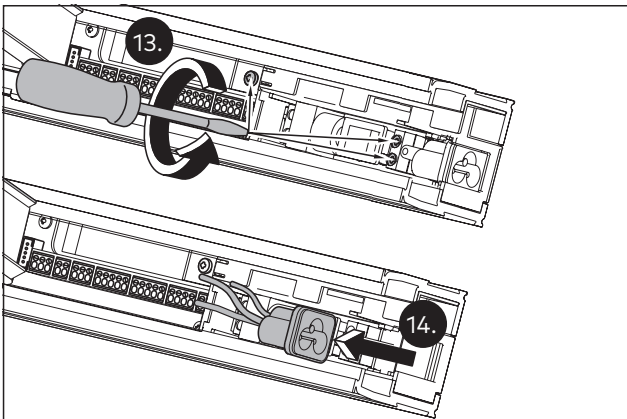

Abb. 20 Die Anschlussbuchse herausziehen
13. Die Schrauben an den Klemmen lösen (Abb. 20).
14. Die interne Anschlussbuchse herausziehen (Abb. 20).